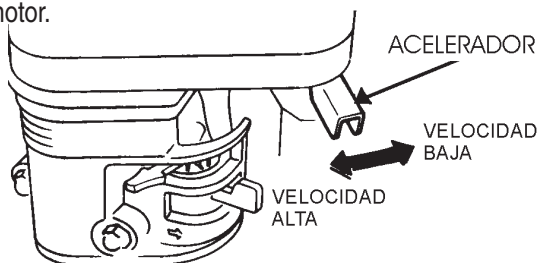

Figura 30. Palanca del acelerador
2. Coloque la **palanca del acelerador del motor** (Figura 30) en velocidad lenta, y escuche que disminuye la velocidad del motor.